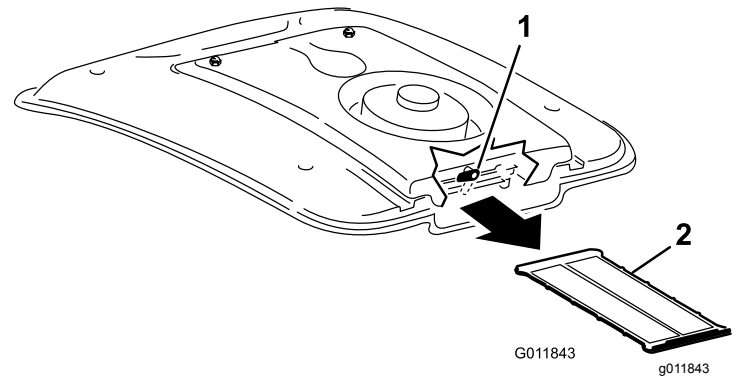

Figura 117
2. En la parte trasera del soporte del ventilador, gire el cierre a un lado (Figura 117).
3. Retire el filtro del aire acondicionado de debajo del serpentín del aire acondicionado (Figura 117).
4. Limpie la rejilla a fondo con aire comprimido (Figura 117).